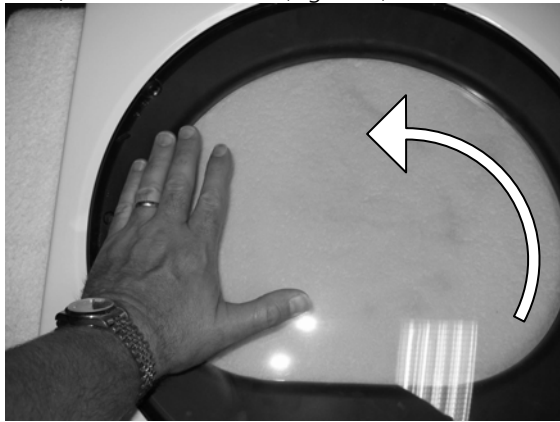

Figure 9
9. Tournez la Porte encore une fois, verre vers le haut. Tournez le verre 180 degrés pour aligner les trous du verre avec ceux de l'anneau, où était installée la poignée. (Figure 9)